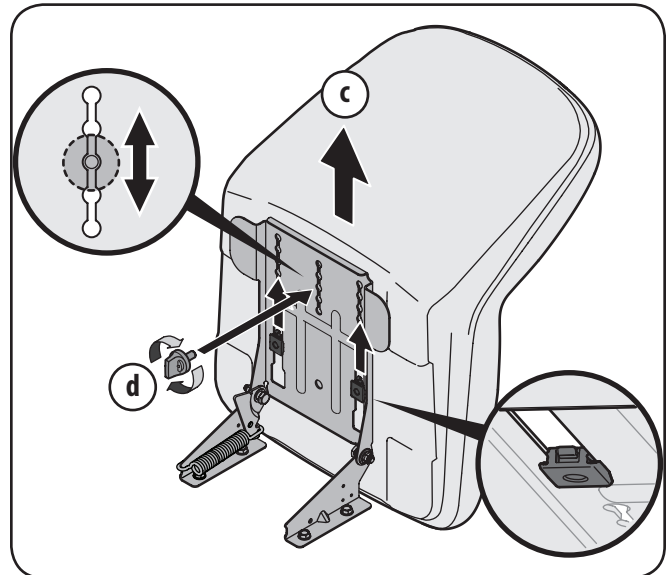

Figura 3-5
5. Para ajustar la posición del asiento, retire la perilla de ajuste en la parte inferior del asiento. Deslice el asiento hacia adelante o hacia atrás según se desee. Vuelva a instalar el tornillo de ajuste. Vea la Figura 3-5.